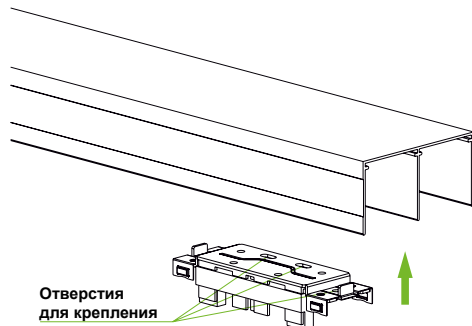

Рис. 4
- 4 Устанавливаем ответную планку доводчика в верхнюю направляющую до упора вверх, размещая в любом месте со стороны, где будет стоять дверь (рис. 4). Вставляем дверь в направляющие в стороне от ответной планки. Руками доводим дверь до края шкафа (ответная планка сама встанет в нужное место). Отводим дверь обратно, при этом доводчик взведется. Фиксируем ответную планку саморезами.